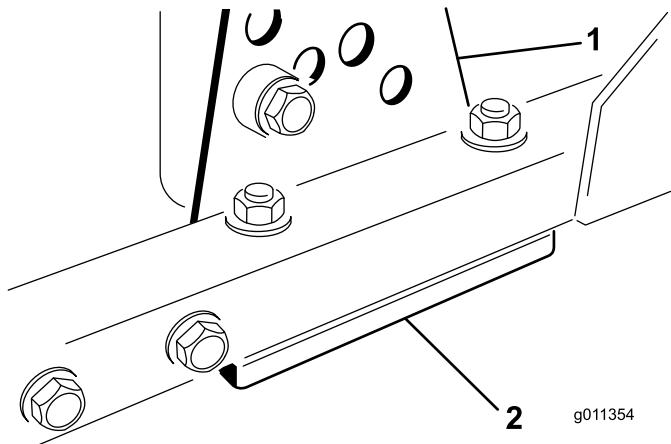

图75
- 从刀盘架上拆除剪草高度支架前、左或右(图75)。
- 在刀盘架与剪草高度支架之间增、减1.5mm薄垫片和/或0.7mm薄垫片以达到所需的高度设置图75。